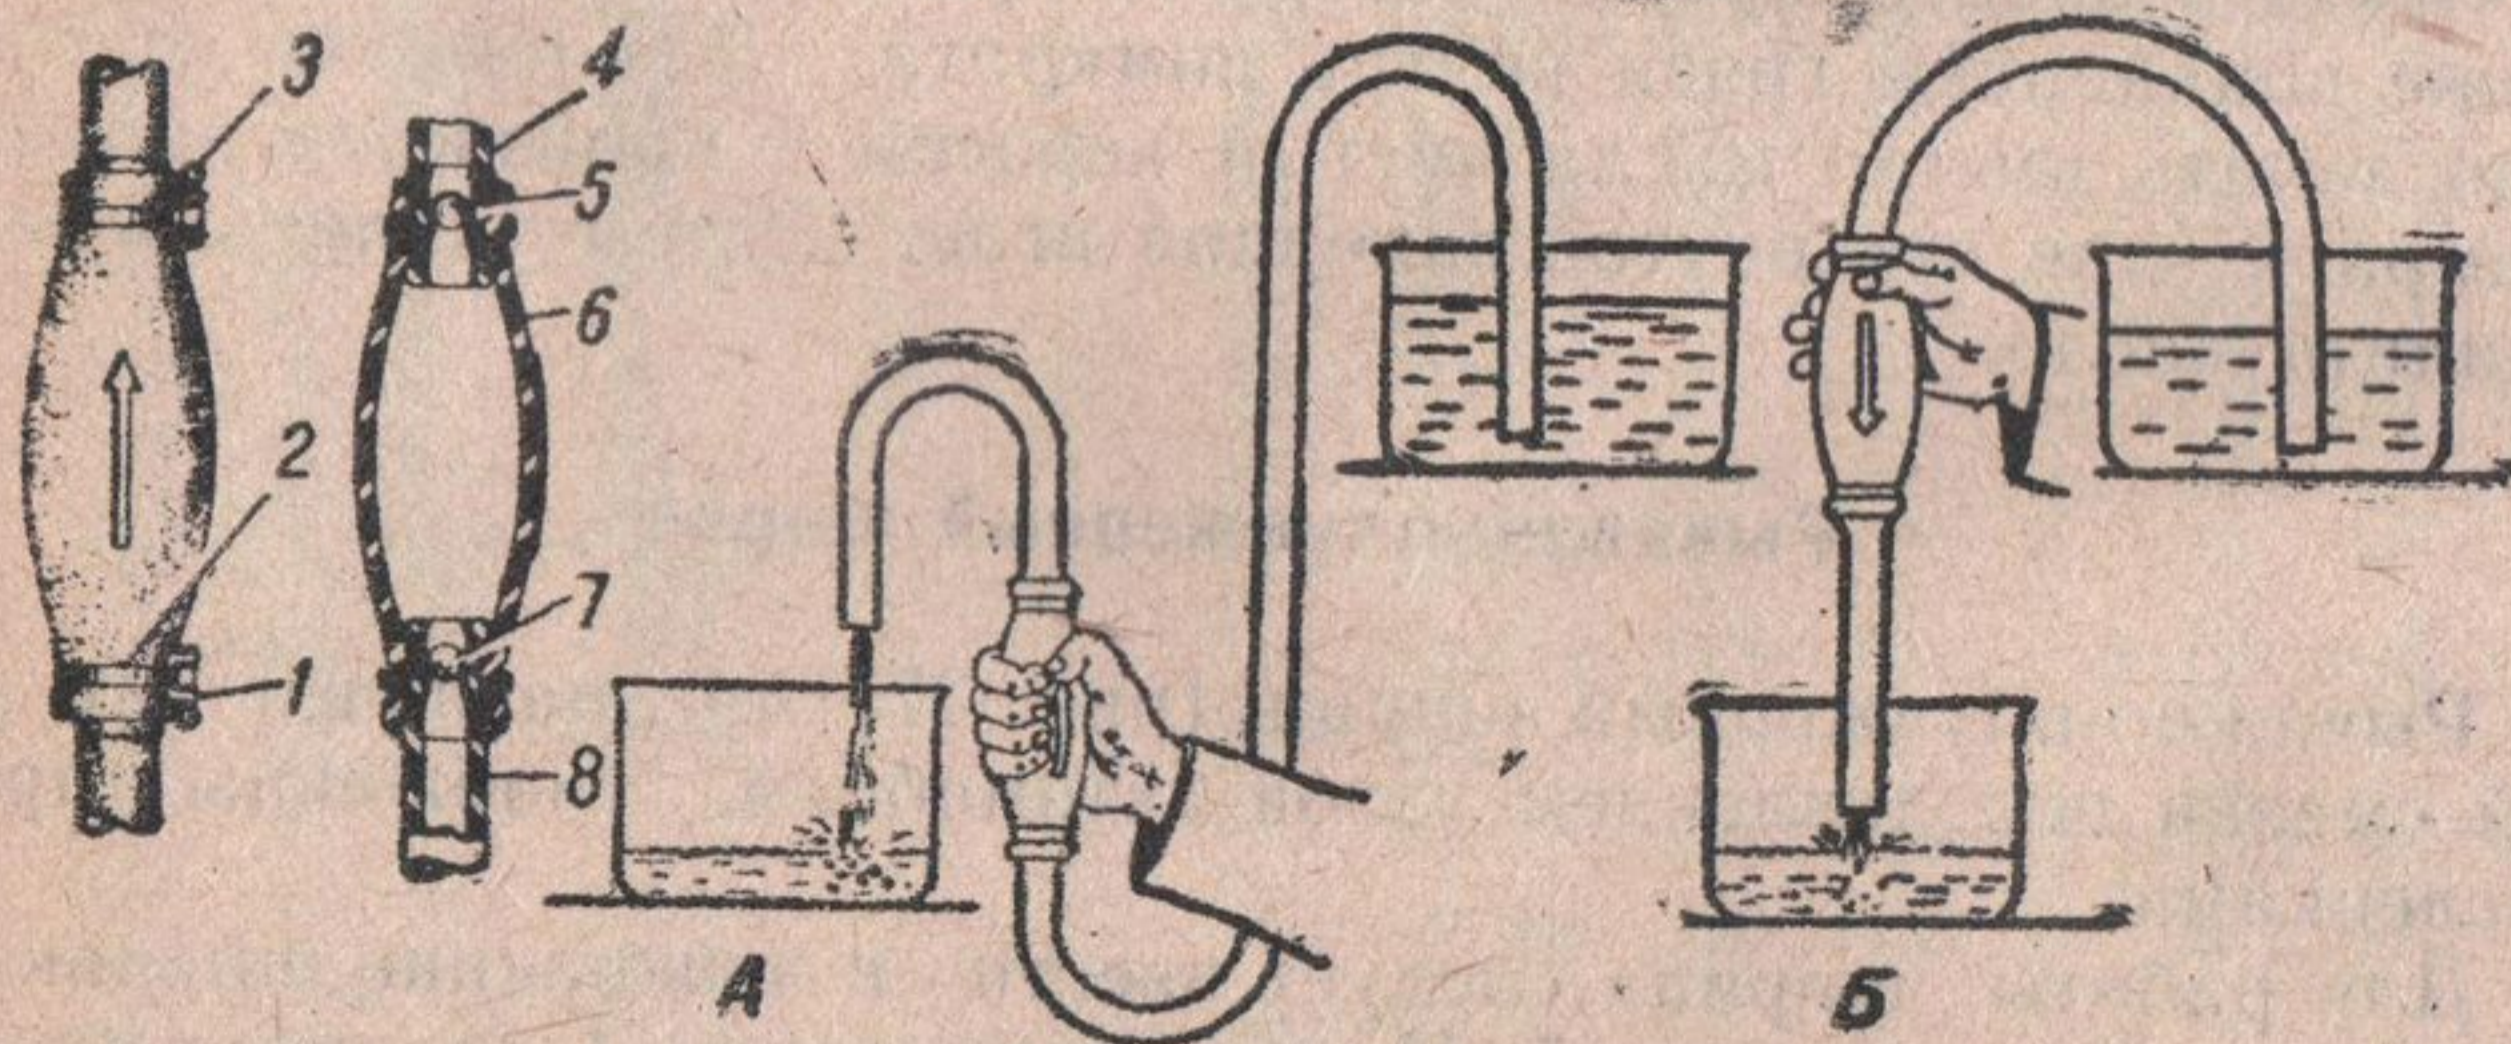

Рис. 38. Насос для переливания бензина:
Для переливания или перекачивания бензина с помощью насоса (рис. 38) следует:
2. Привести насос в действие нажатиями баллона рукой и отпускаяем (рис. 38А).
3. Как только бензин потечет, перевернуть баллон острием стрелки вниз. Нажатия на баллон прекратить, и бензин потечет самотеком (рис. 38Б).